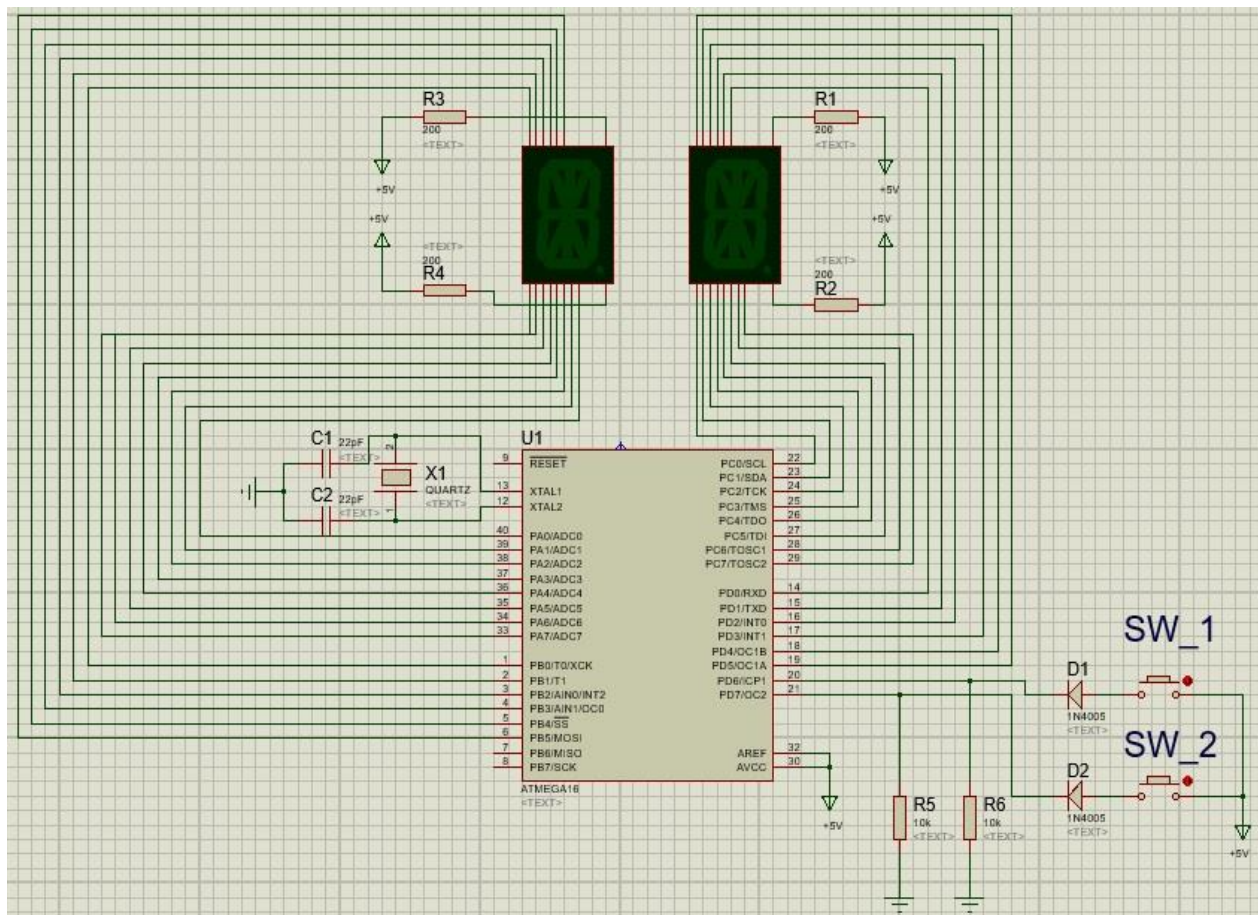

Рис. 2.7. Приклад створеної електричної схеми та розташування компонентів обраних із бази
3. Після збереження проекту в основному вікні (яке відкриється програмою CodeVisionAVR автоматично) написати програмний код, який би забезпечував виконання наступних умов (див. рис. 2.7):